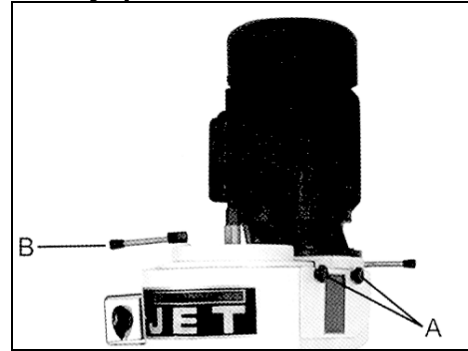

Рис.3
Используя тормоз шпинделя (С, рис.3) ослабьте зажимную тягу (N) с помощью ключа. Выкрутите зажимную тягу на 2, максимум на 3 оборота.